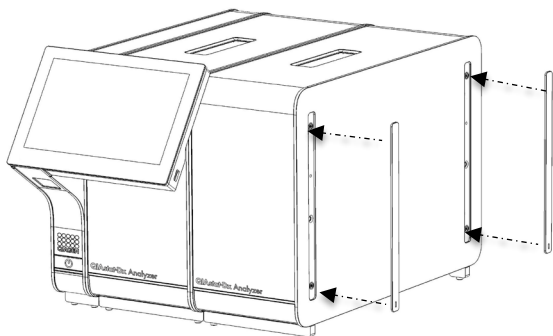

図 17. 追加の分析モジュールに保護カバーを再度取り付け。
5. 追加の分析モジュールの側面に保護カバーを再度取り付けます (図 17)。